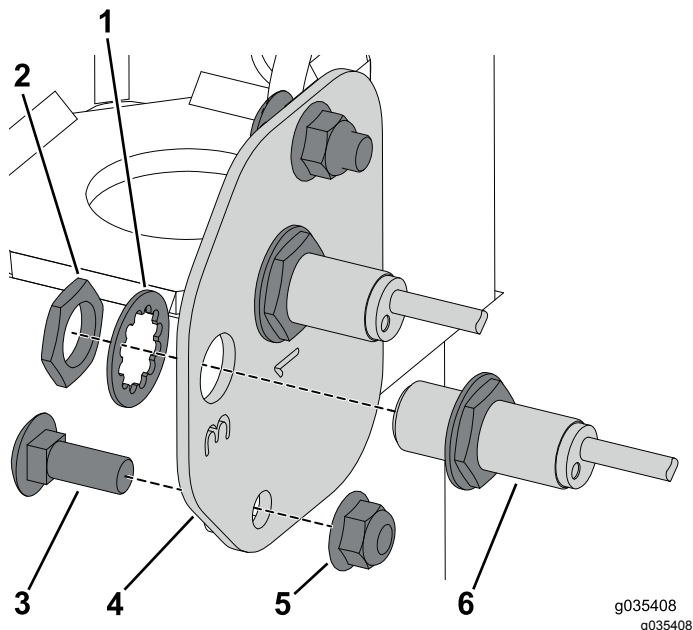

Bild 3
5. Nehmen Sie die Befestigungsmuttern und Scheiben vorne an den Initiatorsensoren an der rechten Seite der Sensorplatte ab und legen sie zur Seite (**Bild 3**).
7. Entfernen Sie die Schlossschrauben und Bundmutter, mit denen die rechte Sensorplatte am Rahmen befestigt ist (**Bild 3**).